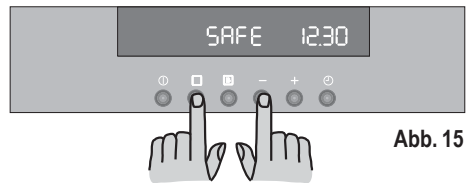

Abb. 15
- Drücken Sie gleichzeitig die Tasten **□** und **—** und halten Sie sie mindestens 3 Sekunden lang gedrückt. Man hört einen kurzen Signalton und auf dem Display erscheint die Anzeige 'SAFE' (Abb. 15).